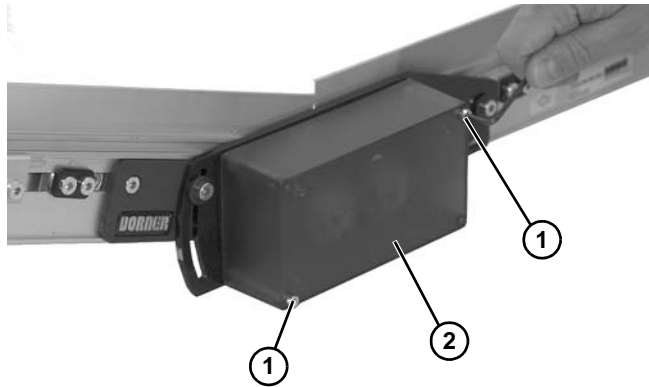

Figura 76
1. Quite los dos tornillos (Figura 76, artículo 1) y retire la cubierta (Figura 76, artículo 2).